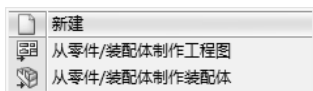

图 8-74 【新建】 下拉菜单
- [1] 单击快捷工具栏上的【新建】 下拉菜单，如图 8-74 所示，选择【从零件/装配体制作工程图】。